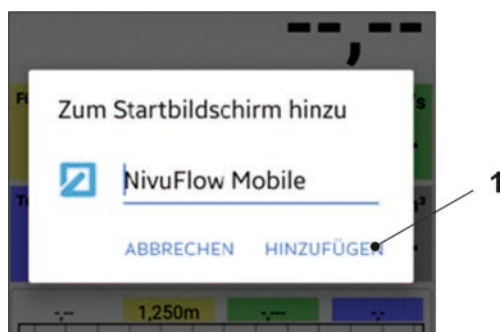

Abb. 31-8 Hinzufügen bestätigen
9. Mit „Hinzufügen“ bestätigen (Abb. 31-8 Pos. 1).